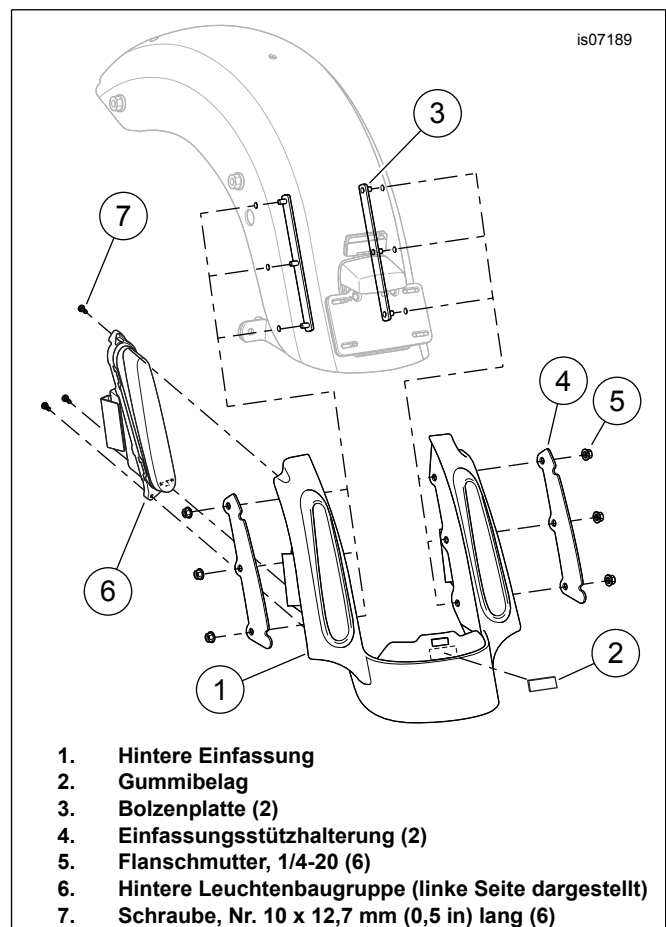

Abbildung 5. Einbau der hinteren Einfassung
2. Siehe Abbildung 5. Den Schutzstreifen von der Klebstoffschicht des 44 x 19 x 1 mm ( x in) großen Gummibelags (2) abziehen. Den Belag wie dargestellt unmittelbar unter dem Schlitz in der Mitte der Einfassung (1) positionieren. Fest in Position drücken.
3. Die Einfassung unter der Hinterkante des Schutzblechs ansetzen und dabei die drei Löcher an beiden Seiten der Einfassung auf die zugehörigen Löcher im Schutzblech ausrichten. Die drei Bolzen einer Bolzenplatte (3) von der Schutzblechunterseite aus auf einer Seite durch die Löcher in Schutzblech und Einfassung einsetzen.
6. Die neue Antennenhalterung (31), neuen Distanzstücke (35 und 36), neuen Schrauben (37), neuen Unterlegscheiben (38) und neue Antennensockelbaugruppe (31) bereithalten.
7. Die Antennenhalterung wie in Abbildung 5 dargestellt an den Schutzblechstützen positionieren und die Halterung an den Schutzblechstützen befestigen:
- a. Die dünne Unterlegscheibe (38) auf das Schraubengewinde aufsetzen.
- c. Die Distanzstücke auf die Gewinde setzen, die durch die Halterung überstehen. Dabei die Länge der Distanzstücke beachten. Siehe Abbildung 5.